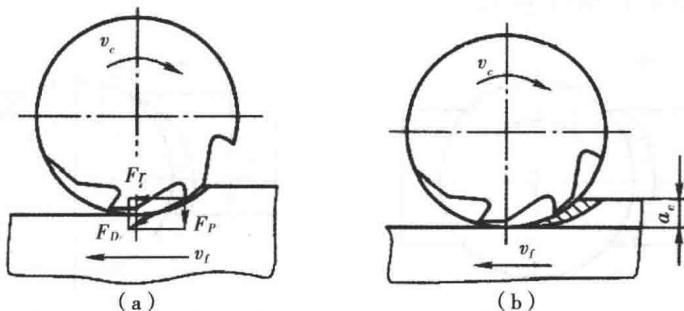
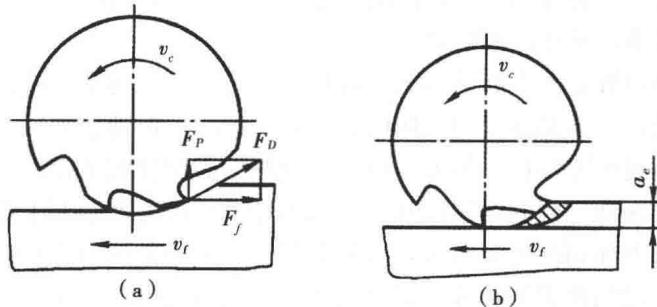

图 1-1 顺铣示意
图 1-2 逆铣示意
(1) 顺铣：
①工件的进给方向与铣刀的旋转方向相同 [如图 1-1 (a) 所示]。
②铣削力的垂直分力向下，将工件压向工作台，铣削较平稳。
③刀齿以最大铣削厚度切入工件而逐渐减小至零〔如图 1-1 (b) 所示〕，后刀面与工件无挤压、摩擦现象，加工表面精度较高。
④因刀齿突然切入工件会加速刀齿的磨损，降低铣刀的寿命，故不适用于铣削带硬皮的工件。
⑤铣削力的水平分力与工件进给方向相同，因此，当机床工作台的进给丝杆与螺母有间隙，而又没有消除间隙的装置时，不宜采用顺铣。
(2) 逆铣：
①工件的进给方向与铣刀的旋转方向相反〔如图 1-2 (a) 所示〕。
②铣削力的垂直分力向上，工件需要较大的夹紧力。
③铣削厚度由零开始逐渐增至最大〔如图 1-2 (b) 所示〕，当刀齿刚接触工件时，其铣削厚度为零，然后刀面与工件产生挤压和摩擦，会加速刀齿的磨损，降低铣刀的寿命和工件已加工表面的质量，造成加工硬化层。